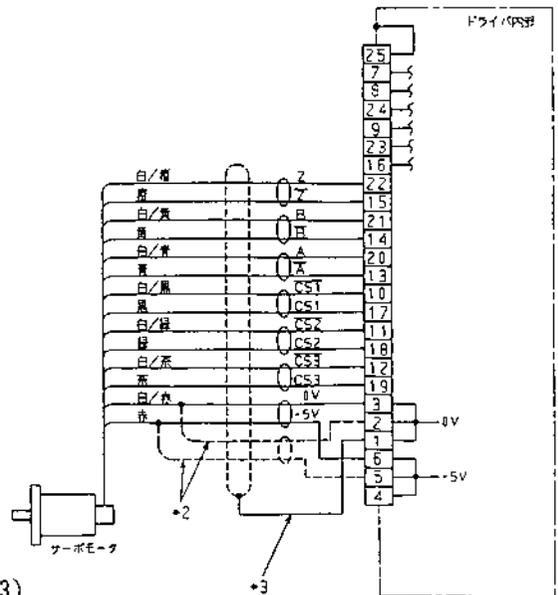

図2. コネクタCN SIGへの配線例
- (1) エンコーダ用ケーブルは芯線が  $0.3\text{mm}^2$  以上のより線で一括シールドツイストペア線を御使用下さい。
- (2) ケーブル長は最大  $10\text{m}$  です。配線長の長い場合、 $5\text{V}$  電源は電圧降下の影響を軽減するためにダブル配線をおすすめします。 図2(\*2)
- (3) シールド線の外被は、1, 2, 3ピン(0V)のいずれかに必ず接続してください。図2(\*3)モータ側の外被はオープンとしてください。